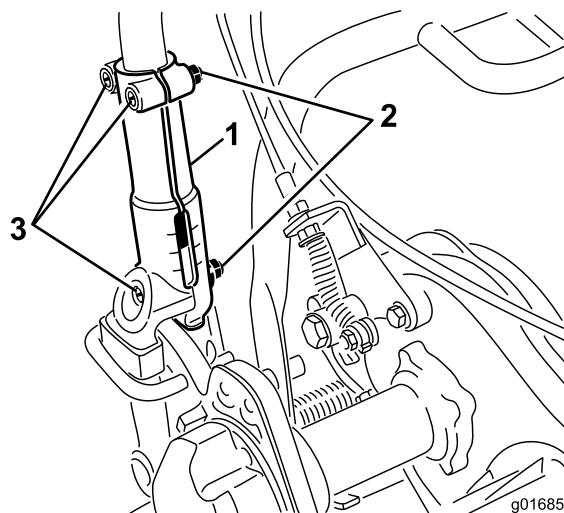

Рисунок 26
1. Ослабьте 3 каретных болта и гайки, фиксирующие в зажимах каждую сторону рукоятки (Рисунок 26).